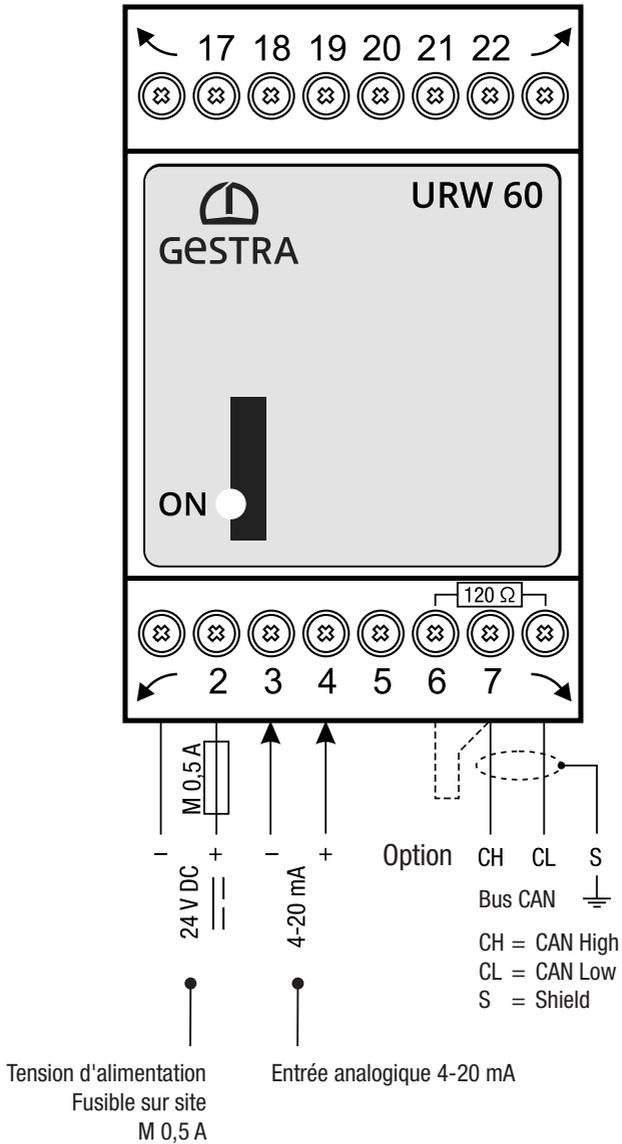

Fig. 6
- Raccordez le convertisseur universel et tous les composants associés conformément au schéma de raccordement **Fig. 6** des présentes instructions.